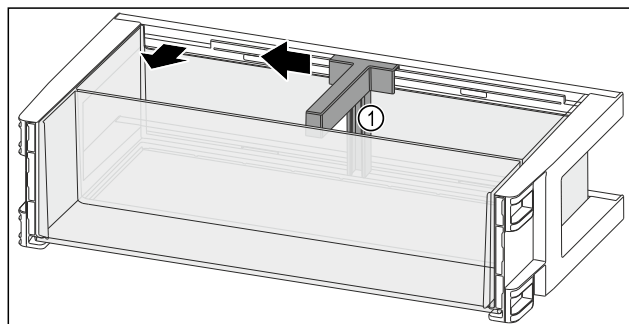

Fig. 140
- ▶ Držač za boce Fig. 140 (1) pogurnite do otvora na stranu.
- ▶ Izvadite držač za boce Fig. 140 (1).